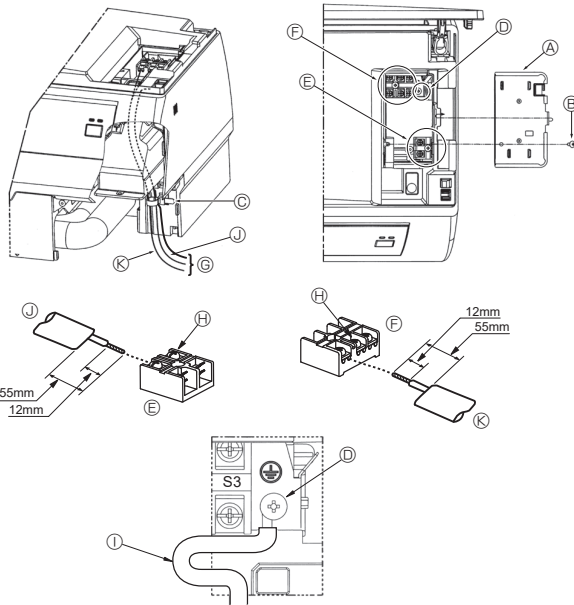

Abb. 6-1
6.1. Inneneinrichtung (Abb. 6-1)